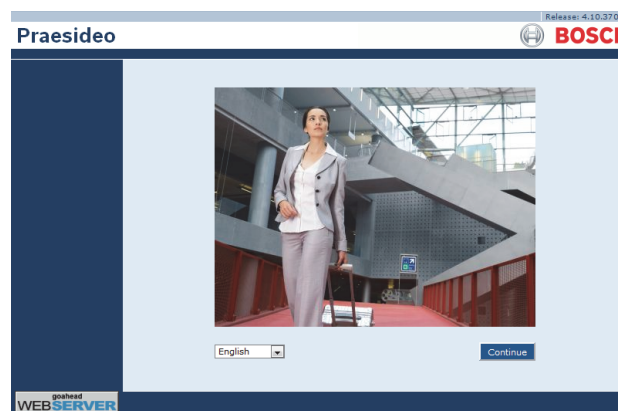

figure 37.6: Page d'accueil de l'interface web Praesideo
- 2 Saisissez l'adresse IP du contrôleur de réseau dans la barre d'adresse. N'utilisez pas de zéros en préfixe dans l'adresse IP. Par exemple, si l'adresse IP affichée par le contrôleur de réseau est 192.168.000.015, saisissez 192.168.0.15 dans la zone d'adresse. Un écran semblable à celui illustré à la figure 37.6 s'affiche.